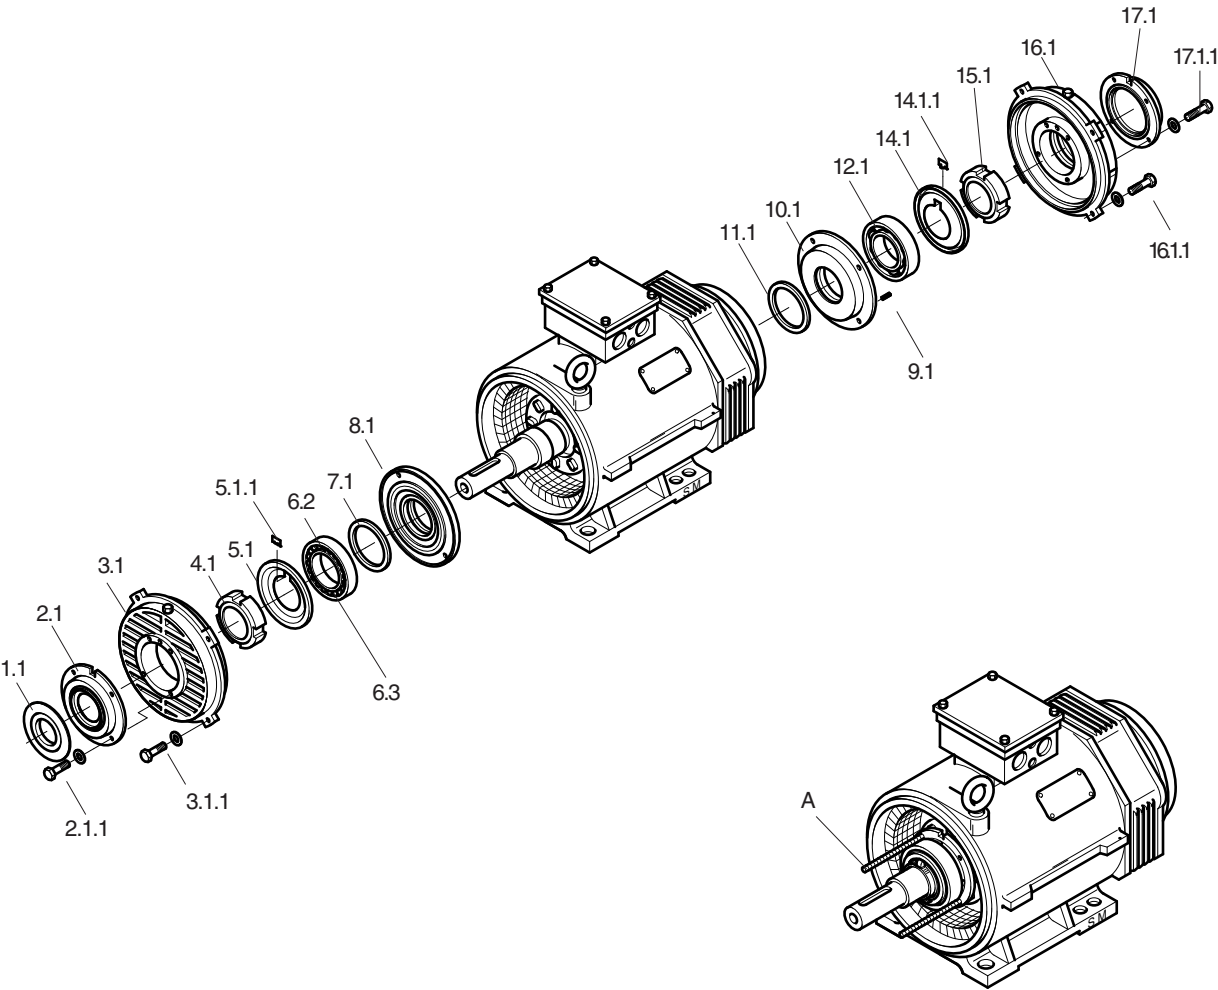

Figura 16: Substituição do mancal AH 355+400
5.6.4 Montagem no caso de rolamento de rolo cilíndrico do lado do accionamento e de rolamento ranhurado de esferas do lado contrário (→ Figura 16)